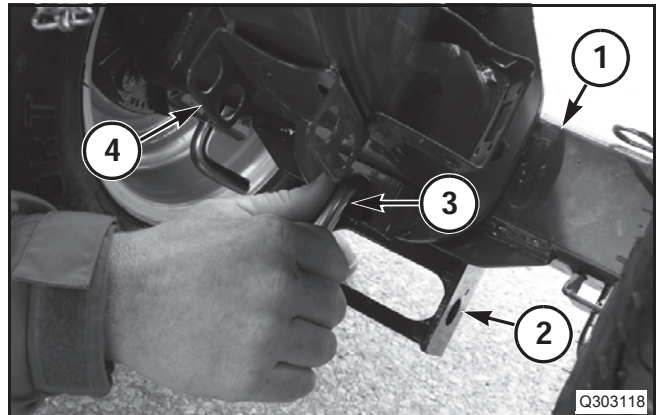

FIG. 52
FIG. 52: Posicione el conjunto del eje del lado izquierdo (1) de manera que el soporte (2) de la lengüeta quede orientado hacia la parte delantera de la plataforma. Remueva la clavija y el perno (3) del soporte de almacenaje (4) en el conjunto del eje del lado izquierdo (3).